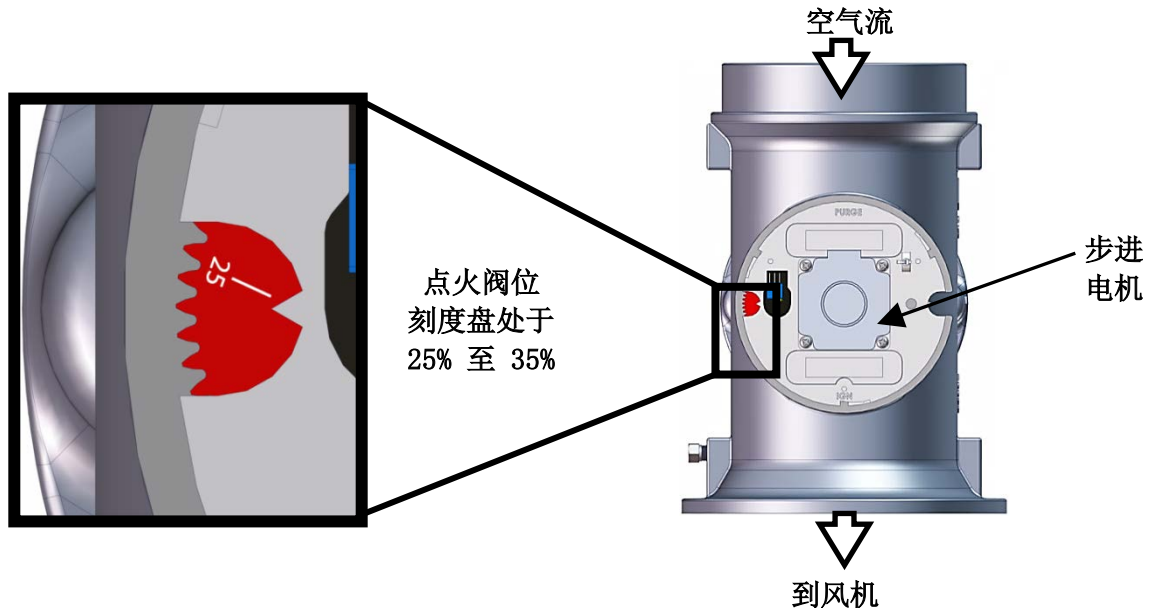

图 3-6. 点火位置的空气/燃料阀
- (a) 空气/燃料阀将旋转到低火点火位置，并且关闭点火开关。空气/燃料阀（图 3-6）的刻度盘将显示 **25-35**，表示该阀门处于低火位置。